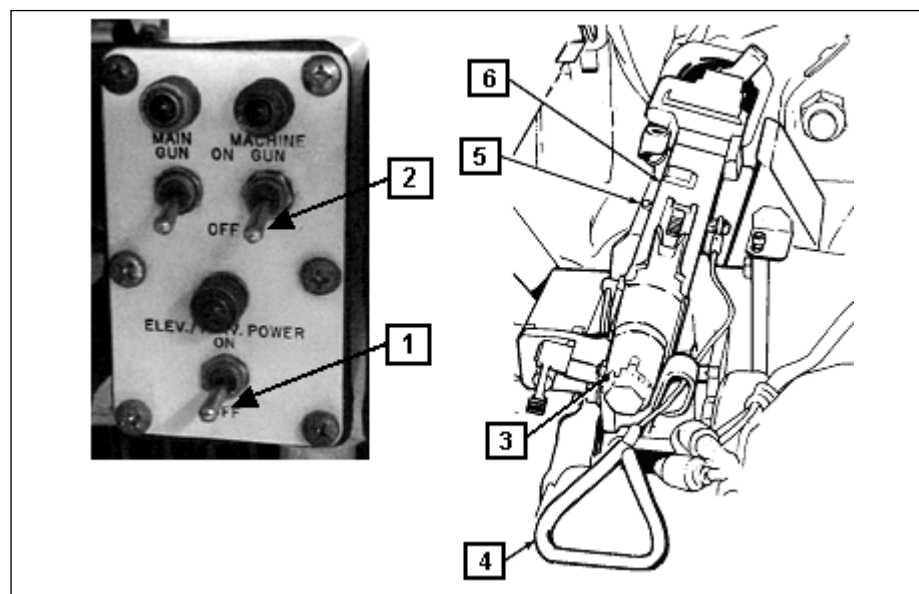
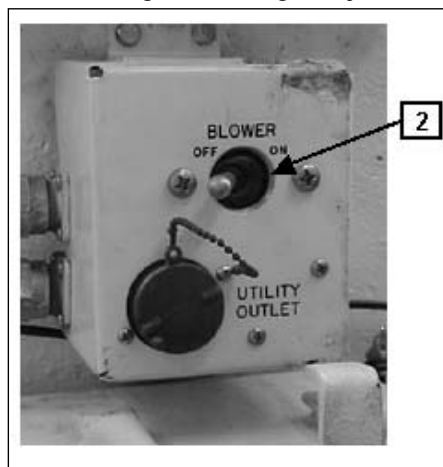

Fig 4-60. Caixa de controle de fogo e Mtr
Fig 4-62. Chave do ventilador
a. Carregamento (Fig 4-60 e 4-61)
(1) Desligar a chave geral do sistema hidráulico (ELEV/TRAV POWER(1) e chave da Mtr (MACHINE GUN)(2) na caixa de controle de fogo.
(2) Colocar o registro de segurança(3) da arma em fogo (F) e puxar a alavanca de carregamento(4) para trás.
(3) Passar o registro de segurança(3) para S(segurança).
(4) Pressionar a trava da tampa(5) e levantar a tampa(6).
(5) Levantar a bandeja de alimentação(7).
(6) Examinar o interior da câmara para se certificar que não existem cartuchos não disparados ou rompidos.
(7) Baixar a bandeja de alimentação.
(8) Colocar a chave de segurança(3) em fogo (F).
(9) Manter a alavanca de carregamento(4) para trás e atuar no botão de fogo, e levar o ferrolho à frente, para a posição travada.
(10) Colocar o primeiro cartucho(8) da fita(9) na bandeja, com o lado aberto da fita para baixo.
b. Tiro Manual (Fig 4-62)
- (1) Ligar a chave geral das baterias e chave geral do sistema hidráulico(1).
- (2) Ligar a chave do ventilador (BLOWER) (2), se as escotilhas estão fechadas.
- (3) Colocar o registro de segurança da arma em F.
- (4) Pressionar o gatilho manual para disparar a Mtr.
- (5) Após terminar o tiro, puxar a alavanca de carregamento para trás e colocar o registro de segurança em S.
c. Disparo elétrico (Fig 4-62 a 4-65)
- (2) Ligar a chave do ventilador (BLOWER)(2), se as escotilhas estiverem fechadas.
- (3) Colocar o registro de segurança em fogo (F).
- (4) Ligar a chave da Mtr (MACHINE GUN)(3).
- (5) Disparar a Mtr, usando 3 (três) métodos:
- (b) pressionar o botão de disparo(5) no punho de elevação manual (6).
- (c) pressionar o interruptor do punho(freio magnético)(7) e apertar o gatilho de disparo(8) no punho de controle do Cmt CC(9).
- (6) Após o tiro, puxar a alavanca de carregamento para trás e colocar o registro de segurança da arma em segurança (S).
d. Inspeção da arma após o tiro (Fig 4-60 a 4-64)
- (1) Desligar a chave do ventilador(2).
- (2) Desligar a chave da Mtr(3).
- (3) Desligar a chave do sistema hidráulico (1).
- (4) Colocar o registro de segurança em F.